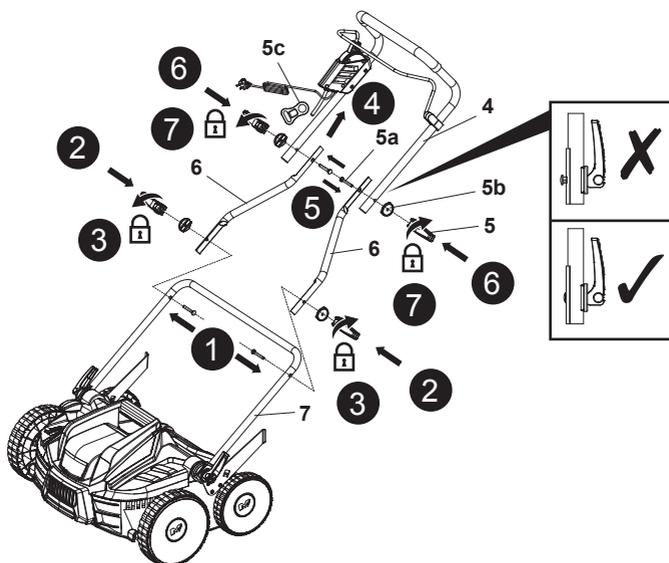

Fig. 2
5. Aligner les trous de montage du guidon central (6) sur le guidon inférieur (7) et le maintenir en place, puis faire passer le boulon de fixation (5a) à travers les trous de montage (Fig. 2, étape 1).
6. Vérifier l'orientation des brides (5b) et aligner leurs fentes sur l'un des guidons centraux (6), puis fixer le levier de serrage (5) sur le boulon de fixation (5a) (Fig. 2, étape 2).
7. Fixer le guidon en pliant le levier de serrage (5) vers les guidons centraux (6). Si le levier de serrage (5) ne peut pas être replié, le desserrer, puis le replier à nouveau. S'il est trop lâche, le serrer en tournant le levier de serrage (5) dans le sens horaire (Fig. 2, étape 3).
8. Répéter les mêmes étapes (5-7) pour fixer l'autre guidon central (6).
9. Faire glisser le support de câble (5c) sur le guidon supérieur (4) côté interrupteur (Fig. 2, étape 4) et le maintenir en place. Aligner les trous de montage du guidon supérieur (4) sur les deux guidons centraux (6) et le maintenir en place, puis faire passer le boulon de fixation (5a) à travers les trous de montage (Fig. 2, étape 5).
10. S'assurer que le cordon d'interconnexion (18) passe sur le côté supérieur des guidons (4, 6, 7).
11. Vérifier l'orientation des brides (5b) et aligner leurs fentes sur le guidon supérieur (4) en premier, puis fixer le levier de serrage (5) sur le boulon de fixation (5a) (Fig. 2, étape 6).
12. Fixer le guidon en pliant le levier de serrage (5) vers le guidon supérieur (4). Si le levier de serrage (5) ne peut pas être replié, le desserrer, puis le replier à nouveau. S'il est trop lâche, le serrer en tournant le levier de serrage (5) dans le sens horaire (Fig. 2, étape 7).